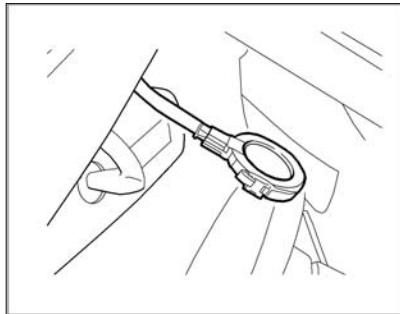

Рис. 22. Датчик дождя
**В вариантом исполнении** на части автомобилей установлен датчик («Датчик дождя») (рис. 22) системы автоматического управления очистителем ветрового стекла и системы автоматического управления внешним освещением.